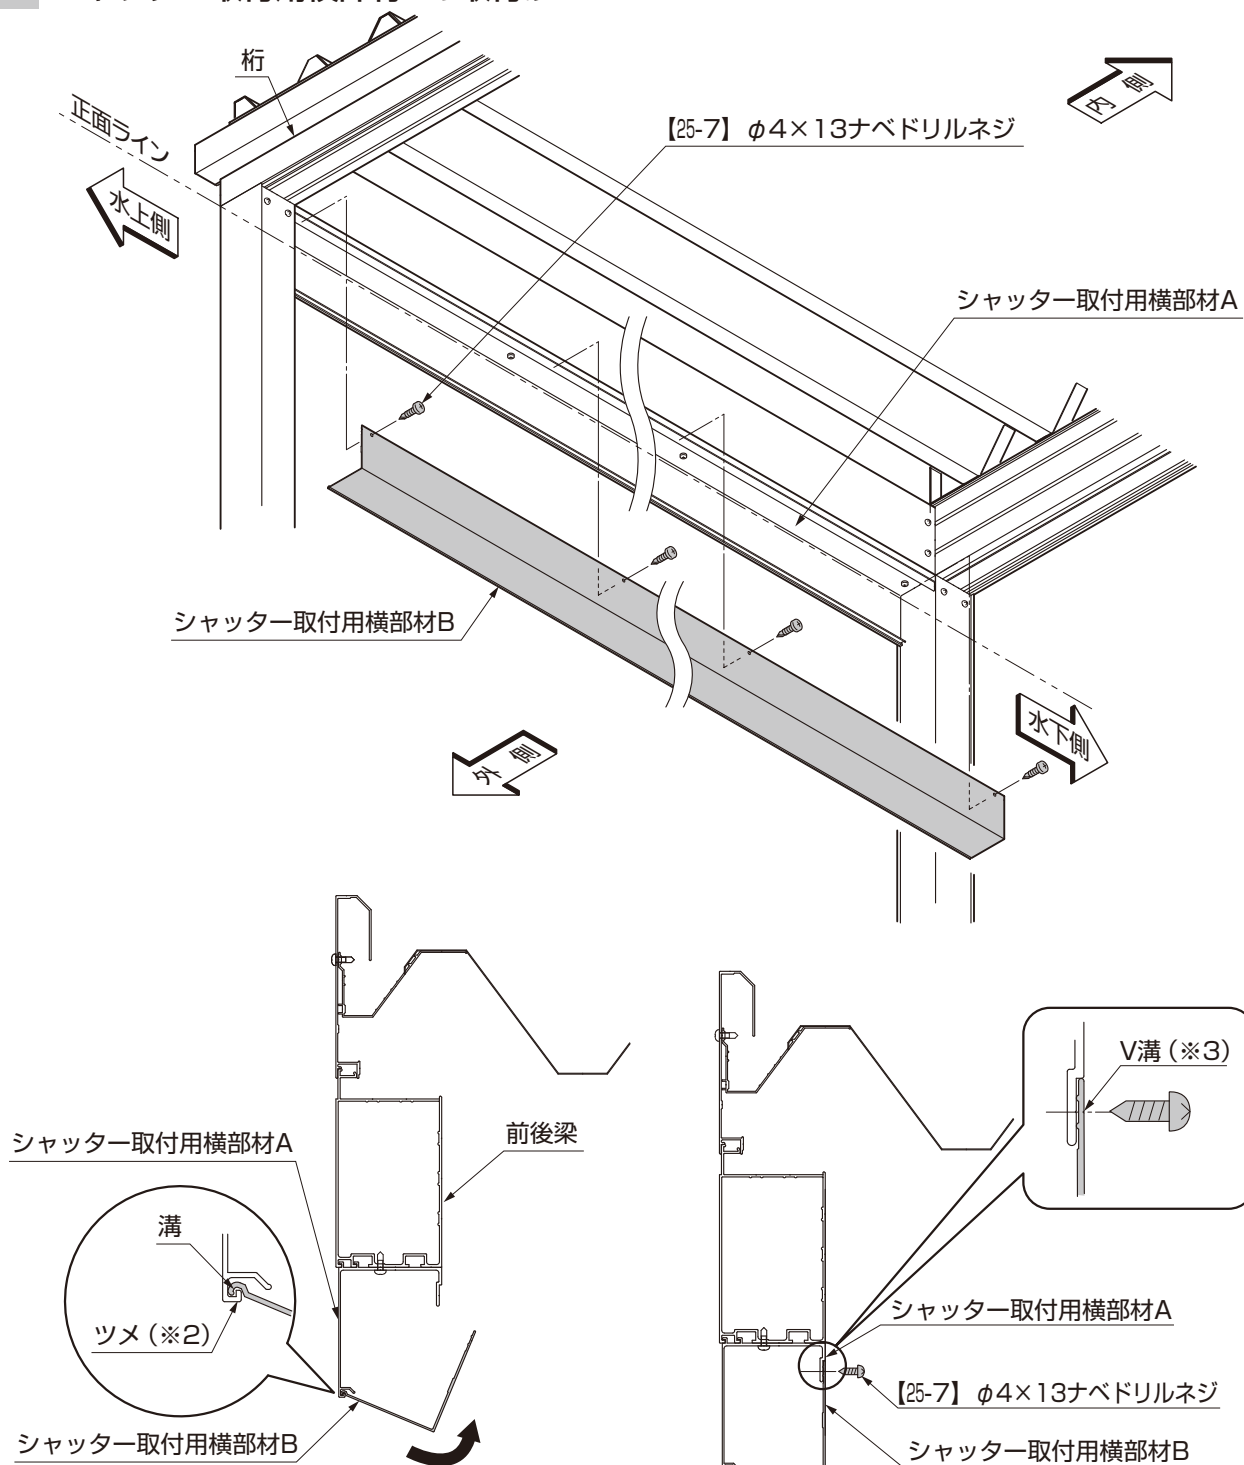

図2-2 シャッター取付用縦部材Bの勘合
- ① シャッター取付用横部材Bの溝をシャッター取付用横部材Aのツメ (※2) に引っ掛けて持ち上げ、シャッター取付用横部材AのV溝 (※3) に [25-7] で固定してください。(図2-2、図2-3参照)